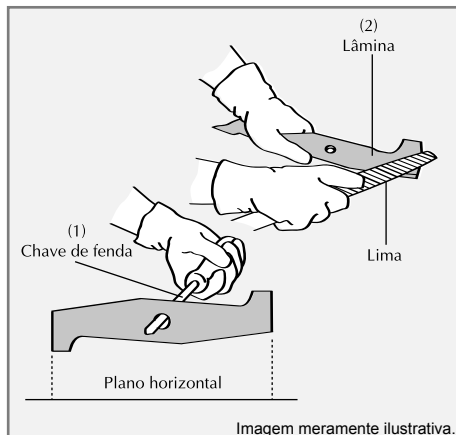

Figura 7
5. Certifique-se que a lâmina está balanceada. Utilize uma chave de fenda e mantenha a lâmina paralela ao plano horizontal, como mostra a Figura 7. Uma lâmina que está balanceada vai ficar paralela ao chão, caso contrário, o lado pesado irá girar em direção ao chão. Afie o lado pesado até a lâmina ficar equilibrada.